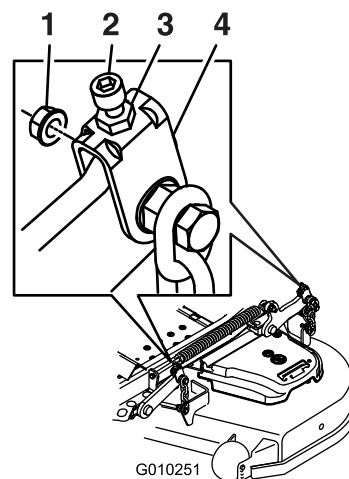

Figure 106
10. Ajustez précisément le serrage de l'écrou de réglage sur l'ensemble de levage du tablier avant (Figure 106).